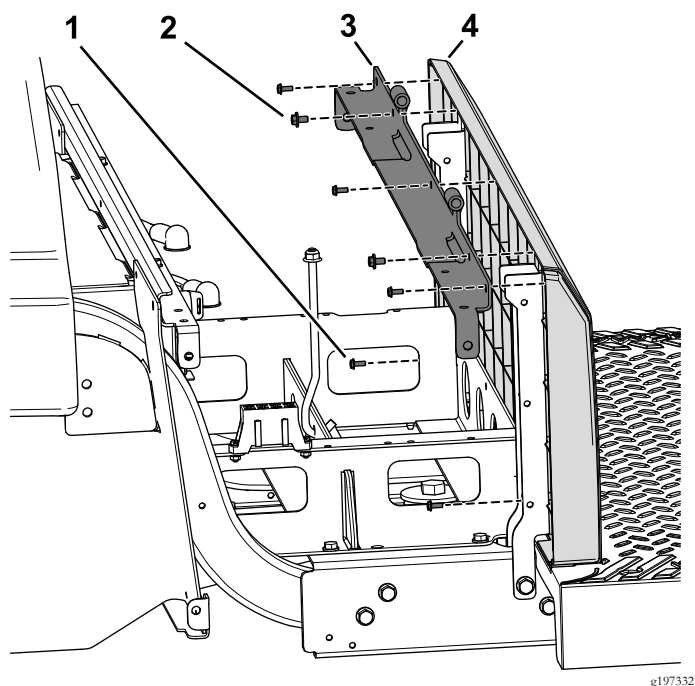

Bild 86
mit Scheiben ($\frac{1}{4}" \times \frac{1}{2}"$) an der linken und rechten Sitzstütze (Bild 86).
6. Befestigen Sie die hintere Platte mit den fünf Schrauben (Nr. 10 x $\frac{1}{2}"$) an der abgewinkelten Stützhalterung und den Sitzstützen (Bild 86).